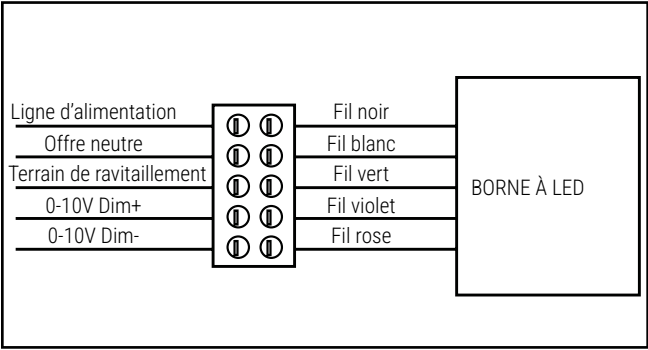

Figure 8.
- 8. Connectez les fils, puis serrez le bornier à l'aide d'un tournevis plat. Vérifiez que tous les fils sont bien connectés (Fig. 8) et serrez la rondelle plate, la rondelle élastique et les écrous à un couple de 18 pi-lb pour fixer la base de montage à la fondation.